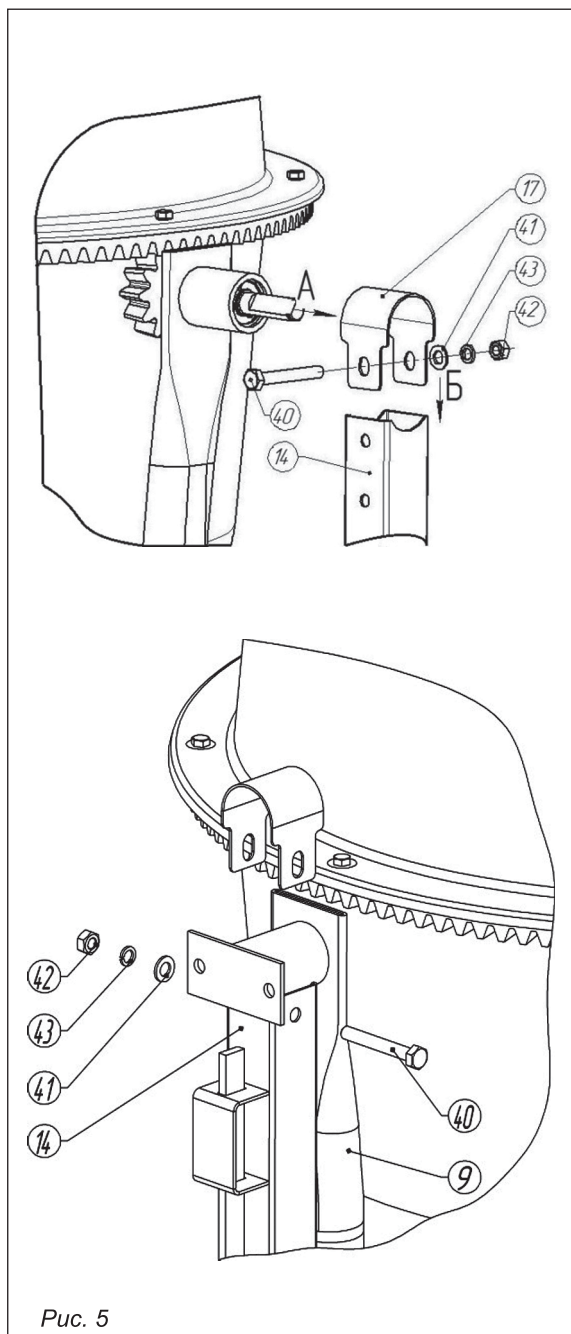

Рис. 5
6.3. Установка нижней половины бака с коромыслом на раму (рис. 5)